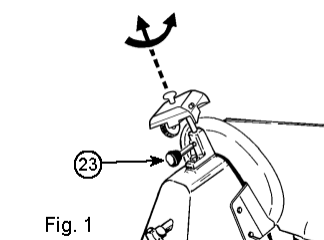
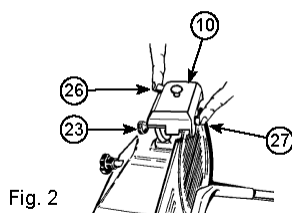
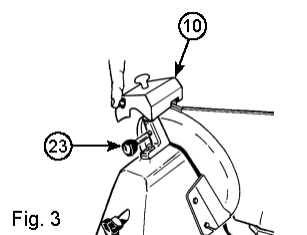

Fig. 1
Fig. 2
Fig. 3
- Sprawdź, czy ruchoma przegroda jest zamknięta (pokrętło z podziałką (6) w pozycji "0").
- Poluzować pokrętło blokujące (23) na zespole ostrzającym (10).
- Podnieść zespół ostrzący (10), obracając go o 180°, tak aby oba koła znalazły się w pozycji roboczej. Patrz rys. 1.
- Opuścić zespół ostrzący (10) aż do zablokowania.
- Zablokować zespół, obracając pokrętło blokujące (23). Patrz rys. 2.
- Nacisnąć przycisk (26) i pozwolić, aby ostrze obracało się przez około 1 minutę. Gdy ostrze jest nieruchome, sprawdź, czy na krawędzi nie ma zadziorów.
- Po sprawdzeniu, czy nie ma zadziorów, włącz ostrzałkę (5) i delikatnie naciśnij przycisk (27) przez około 3 sekundy, aby usunąć zadziory powstałe podczas ostrzenia.
- Ustaw pokrętło z podziałką (6) w pozycji "0".
- Po zakończeniu ostrzenia ustaw ostrzałkę (10) w pierwotnej pozycji (patrz rys. 3) i wyczyść krawędź ostrza oraz kółka za pomocą alkoholu.